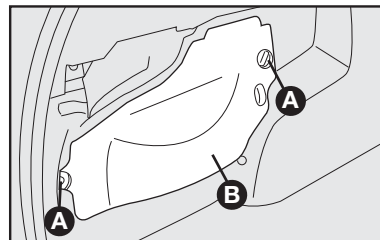

fig. 27
16) Para Palio Weekend, recolque la tapa **B-fig. 27** apretando los tornillos **A**.